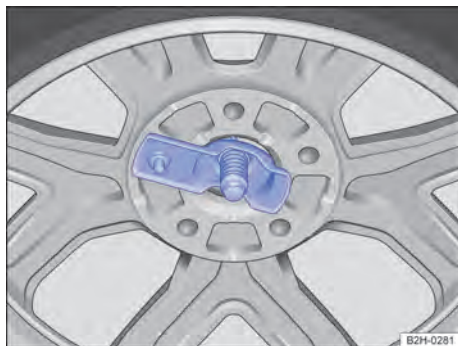

Fig. 188 Colocação correta do suporte do aro no orifício do aro.
- Assegurar-se de que o suporte do aro esteja centralizado no orifício do aro e que não esteja empenado → Fig. 188 → ⚠️.